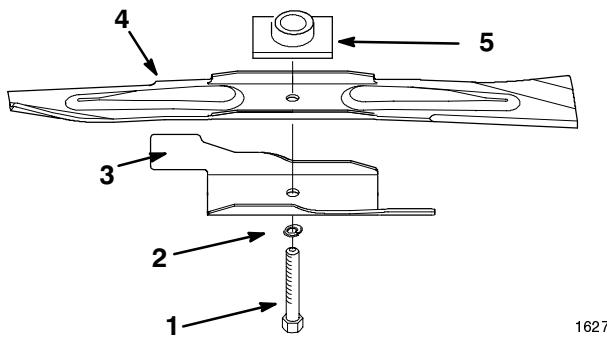

Figure 23
Tenir la lame par le bout à l'aide d'un chiffon ou d'un gant épais. Déposer le boulon de lame, la rondelle frein, l'accélérateur de lame et la lame (Fig. 23).
1. Monter la lame sur l'axe et le porte-lame. Les extrémités incurvées doivent être tournées vers le carter de tondeuse, et le porte-lame doit se loger dans le creux de la lame (Fig. 23).
2. Monter l'accélérateur de lame, la rondelle-frein et le boulon de lame (Fig. 23).